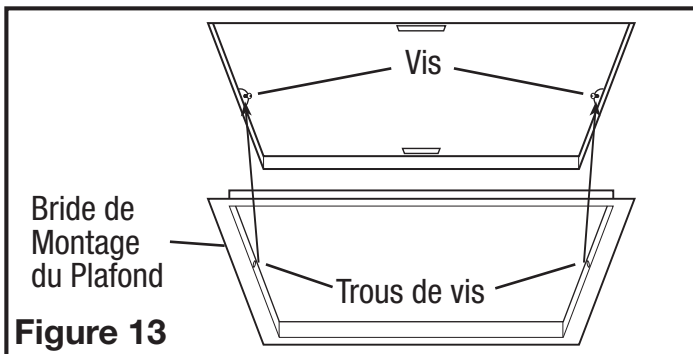

Figure 13
4. Installez la bride de montage au plafond pour couvrir tous les espaces qui existent entre le boîtier et le plafond fini. Retirez les deux vis qui relient la bride de montage au boîtier. Placez un scellant (non fourni) sur le bord intérieur de la bride de montage au plafond pour assurer que la bride est scellée au plafond. Alignez les trous de vis dans la bride de montage au plafond avec les trous de vis à l'intérieur du boîtier et appuyez la bride en place afin qu'elle soit bien serrée contre le plafond. Réinstallez les vis de la bride de montage à l'intérieur du boîtier (Figure 13).